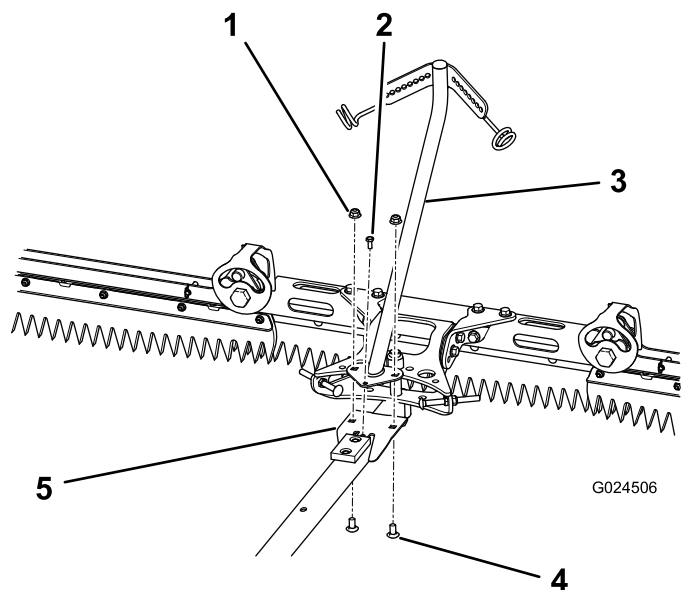

Figura 8
1. Alinee los taladros de la placa situada en el extremo inferior del brazo con los taladros de la chapa situada cerca del extremo trasero de la barra de tracción (Figura 8).